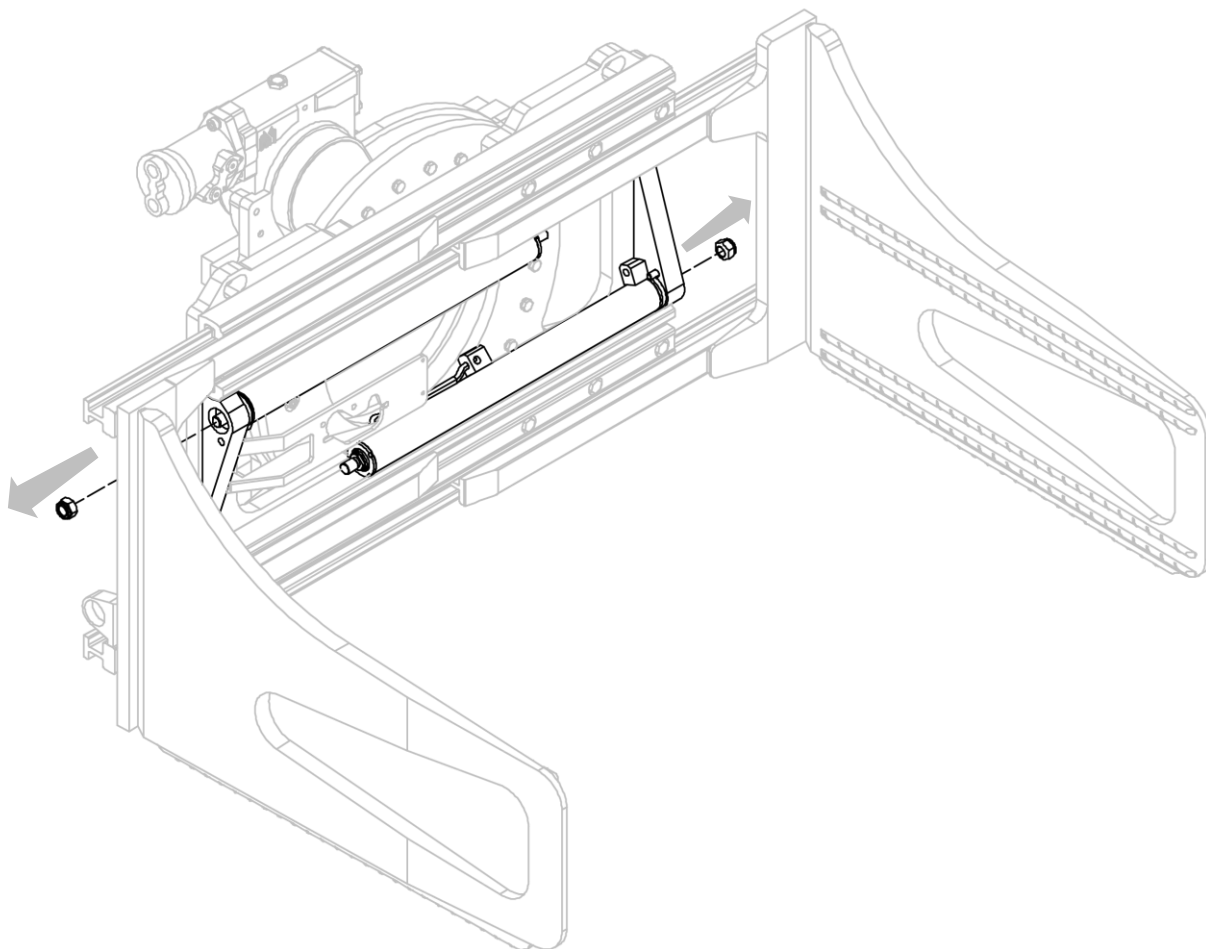

Figura 29
7. Quitar las tuercas que unen los cilindros a la estructura del implemento y quitar los cilindros mismos, cuidando de no dañarlos (mira *Figura 29*).